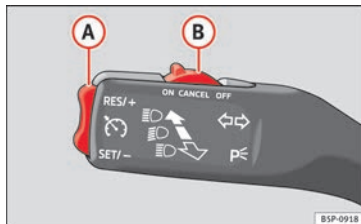

Fig. 136 Palanca de intermitentes y de luz de carretera: mando y tecla basculante para el regulador de velocidad.
- Cuando se haya alcanzado la velocidad que se quiere programar, pulse brevemente la parte inferior de la tecla basculante **SET/- » **fig. 136 (A)**** una vez.
- Presione la parte superior de la tecla basculante **RES/+ » **fig. 136 (A)**** para aumentar la velocidad. El vehículo acelerará mientras mantenga la tecla presionada. Al soltar la tecla quedará memorizada la nueva velocidad.
- Presione la parte inferior de la tecla basculante **SET/- » **fig. 136 (A)**** para reducir la velocidad. El vehículo reducirá la velocidad desacelerando automáticamente mientras mantenga la tecla presionada. Al soltar la tecla quedará memorizada la nueva velocidad.
Si se reduce la velocidad programada pisando el pedal del freno, se desactiva el regulador de velocidad. Si quiere activar de nuevo el regulador, bastará con presionar una vez la parte superior de la tecla basculante **RES/+** » fig. 136 **(A)**.